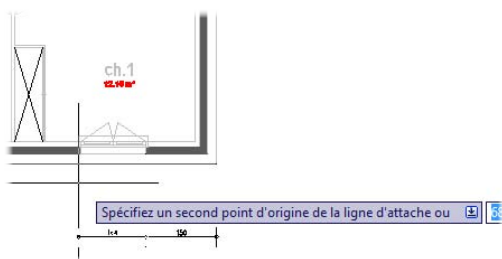

Figure 5.52
- L'outil de cotation Continuer aligne automatiquement la cote suivante sur la cote existante. Spécifiez maintenant un deuxième point d'attache (voir Figure 5.52).